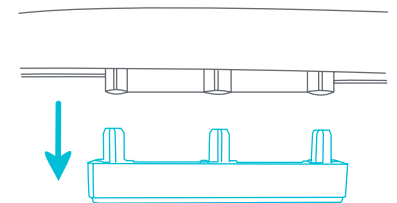

Fig. 15a
- **REMOCIÓN:** Para quitar, saque el tapón (Fig. 15a).